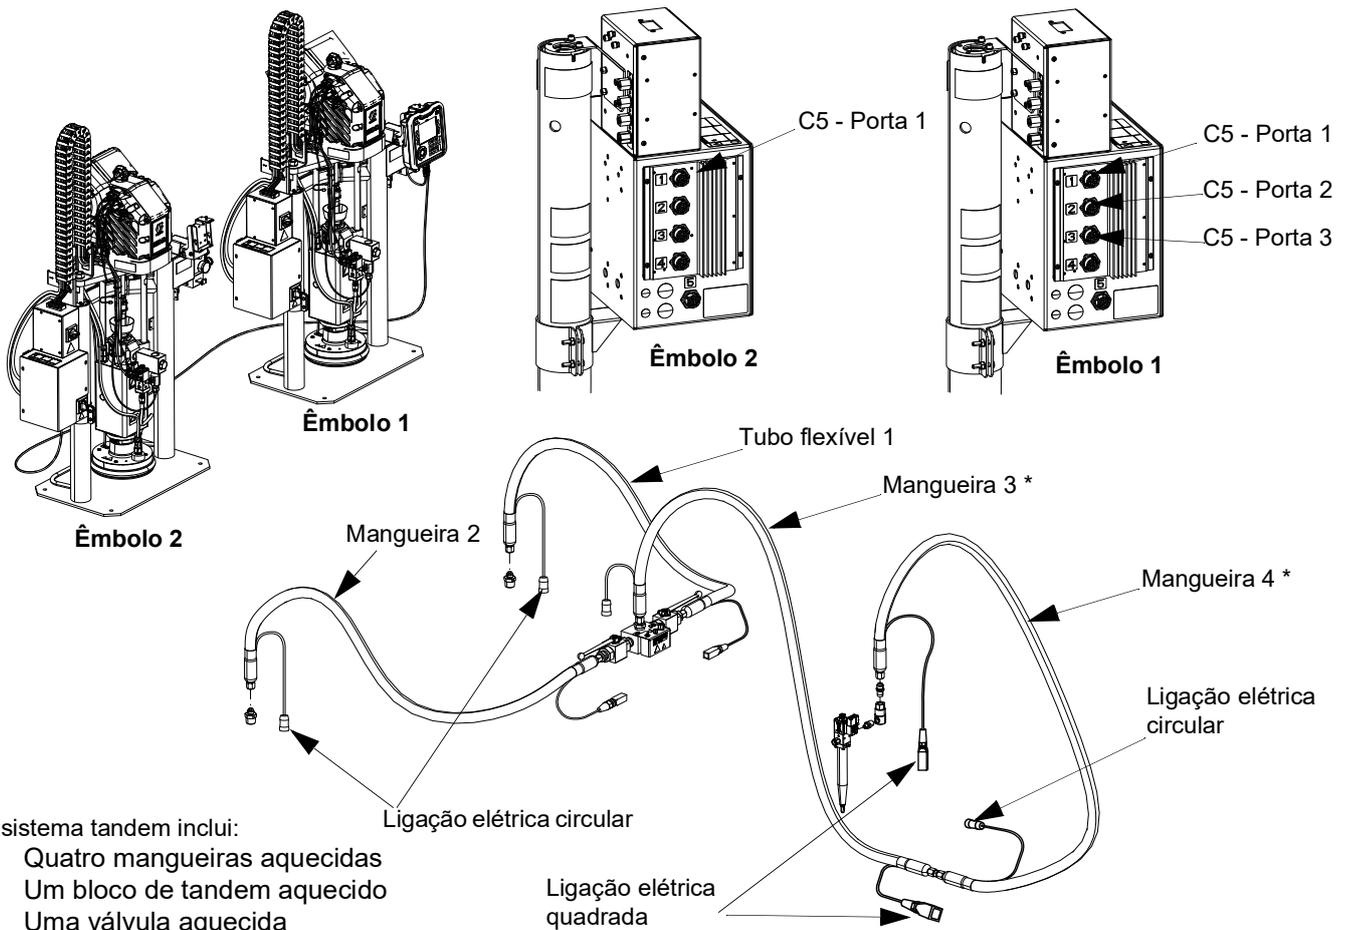

FIG. 33
- Válvula aquecida - Ligação elétrica quadrada da mangueira 4 à válvula de distribuição iQ (B).
- Bloco de tandem aquecido - Ligação elétrica quadrada da mangueira 1 ou mangueira 2 ao bloco de tandem aquecido (R). Consulte a FIG. 33.